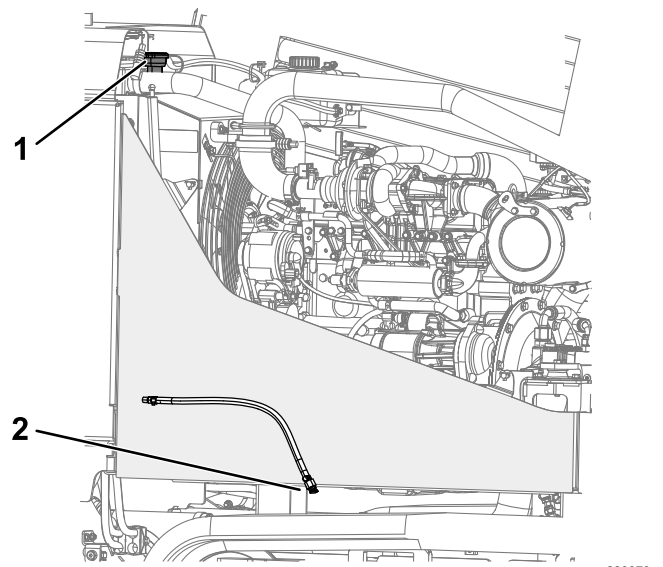

Figura 106
5. Coloque un recipiente debajo del tapón de vaciado (Figura 106).
8. Cierre el tapón de vaciado (Figura 106).
C. Cierre el tapón de vaciado (Figura 106).
- H. Cierre el tapón de vaciado (Figura 106).